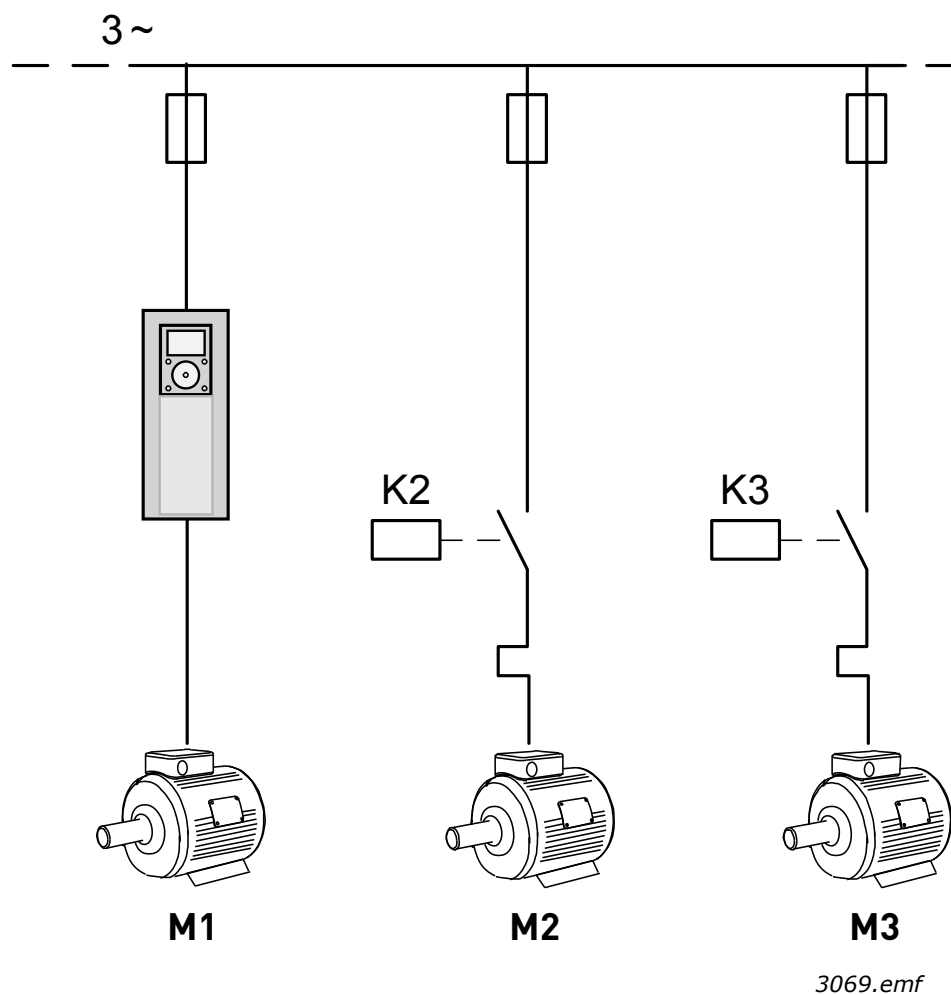
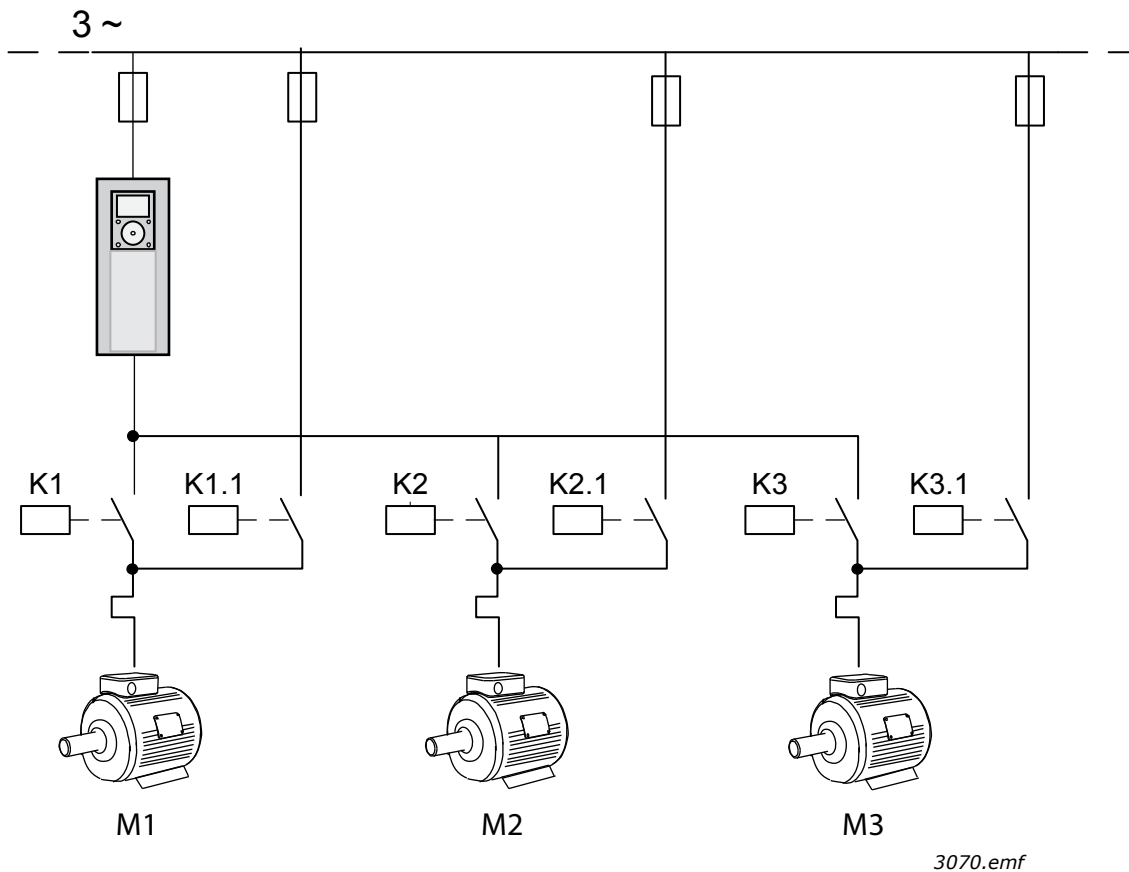

Abbildung 10. Hauptregelschema, wenn nur Hilfsmotoren automatisch gewechselt werden
Abbildung 11. Hauptregelschema, wenn alle Pumpen automatisch gewechselt werden
**HINWEIS:** Unterschiedliche Anschlüsse, abhängig vom gewählten Autowechselmodus (siehe Abbildung 10 und Abbildung 11).